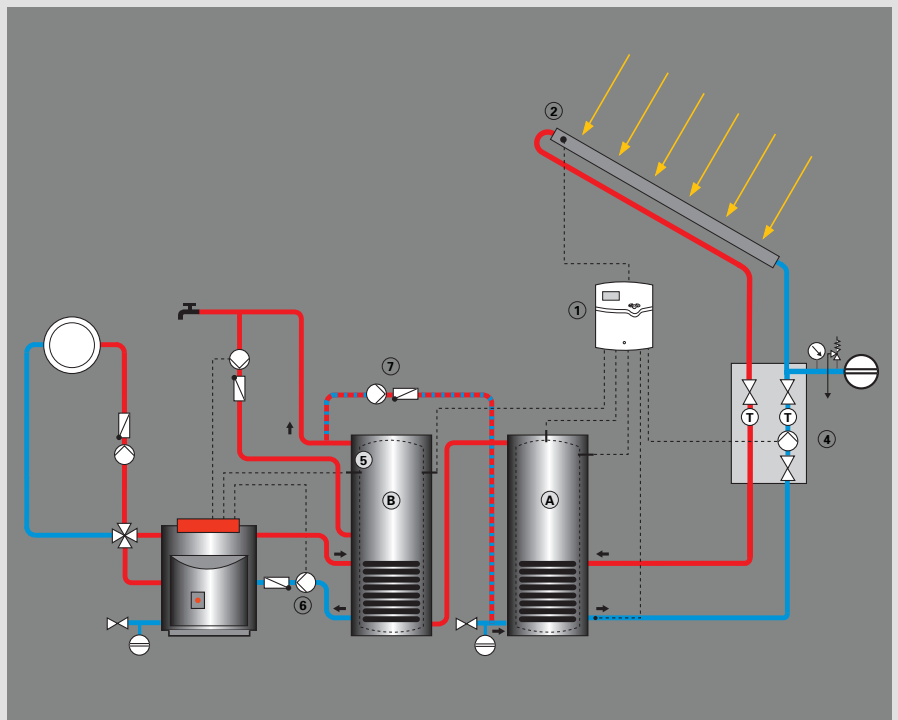

Figura 22: Produzione di acqua calda sanitaria con collettori solari e due bollitori
Impianto solare con due bollitori ad accumulo (figura 22)
Il bollitore ⑥ – figura 22 – viene riscaldato dalla caldaia se la temperatura rilevata dal sensore temperatura bollitore ⑤ risulta inferiore al valore della temperatura acqua calda impostato.